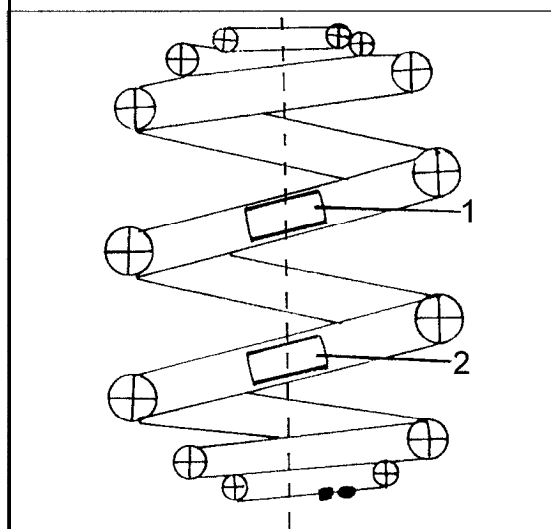

Bild 284
Federn sind an den in Bild 284 gezeigten Stellen mit Farbklecks gekennzeichnet. An Stelle (1) wird man immer eine gelbe Farbmarkierung vorfinden, welche auf die Ausführung der Feder hinweist. Unterschiedlich ist die Bezeichnung an Stelle (2). An dieser Stelle ist die Feder entweder mit einem roten oder blauen Farbkleck gezeichnet, welche auf die Spannungstoleranz der Feder hinweisen. Wird eine Feder erneuert, muss man immer eine Feder mit der gleichen Kennzeichnung einbauen.
- Die beiden Federsitze oben und unten in die richtige Lage bringen und die immer noch zusammengepresste Schraubenfeder dazwischen einsetzen. Da man die Feder verkehrt herum einbauen kann, benutzt man die Farbmarkierungen zur Ausrichtung. In Fahrtrichtung gesehen müssen die Farbkennzeichnungen an der Rückseite liegen. Eine Abweichung von mehr als 30° nach links oder rechts ist dabei nicht zulässig. Ausserdem muss sich die gelbe Markierung (1) in Bild 284 an der Oberseite und die blaue oder rote Markierung an der Unterseite befinden. Manchmal passiert es jedoch, dass man die Farbmarkierungen einer ursprünglichen Feder nicht mehr sehen kann. Auch hier gibt es eine Lösung. In diesem Fall den Auslauf der Federwicklung an der Unterseite in Fahrtrichtung gesehen links anordnen.